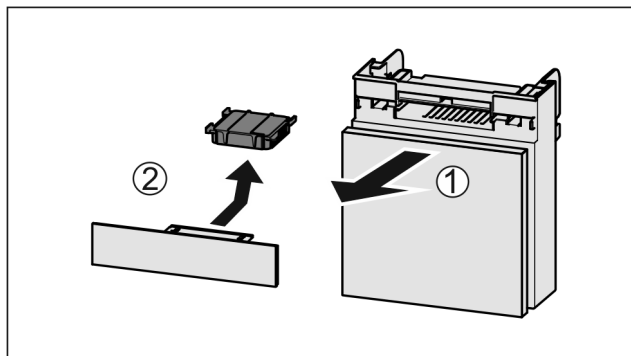

Fig. 66
- ▶ Extraire le compartiment par l'avant Fig. 66 (1).
- ▶ Sortir le filtre à charbon actif Fig. 66 (2).